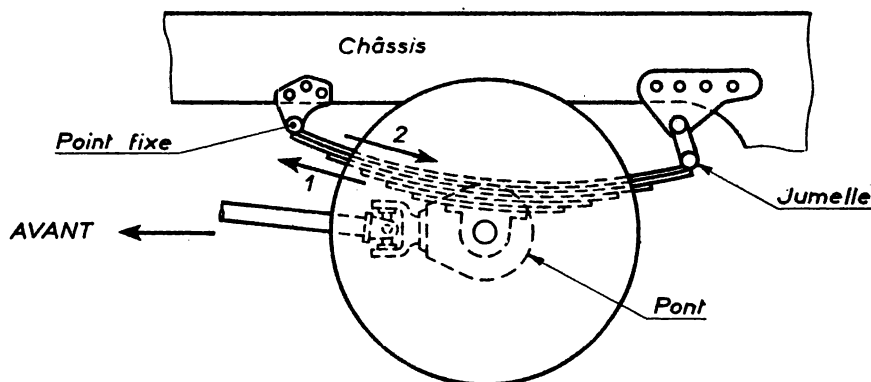

Fig. 7
- transmettent au châssis la poussée (1) des roues (fig. 7),
- absorbent les efforts de réaction (2) dus aux changements d'allure, accélération ou freinage.